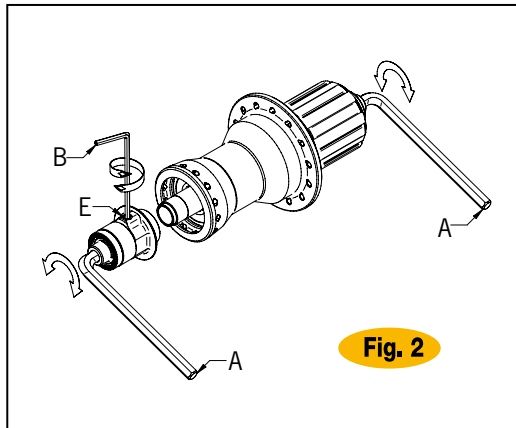
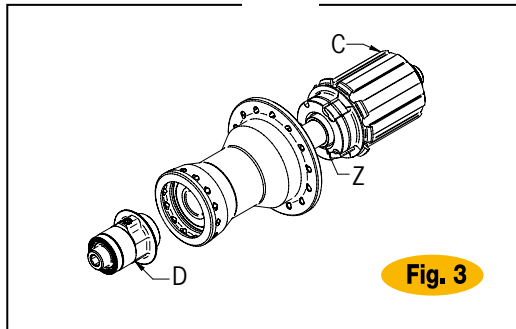

Fig. 2
Fig. 3
- Introduzcan dos llaves Allen (A) en las tuercas de tope en los extremos de los bujes (Fig. 2) y gírenlas en sentido horario. Extraiga el perno del buje trasero con el cuerpo del cuerpo libre (C). Si es necesario en este punto puede:
- Extraer del perno el cuerpo del cuerpo libre con el relativo distanciador (Z) y continúe el proceso de limpieza de las carracas.
- Introduzcan nuevamente el perno (C) con el relativo distanciador (Z) (Fig. 3) en el cuerpo del buje prestando mucha atención al correcto posicionamiento de las carracas y bloqueen firmemente la tuerca de tope móvil con un par de 12 Nm.
- Aflojen el perno (E) con una llave Allen (B) (Fig.2).
- Aprieten el perno (E).